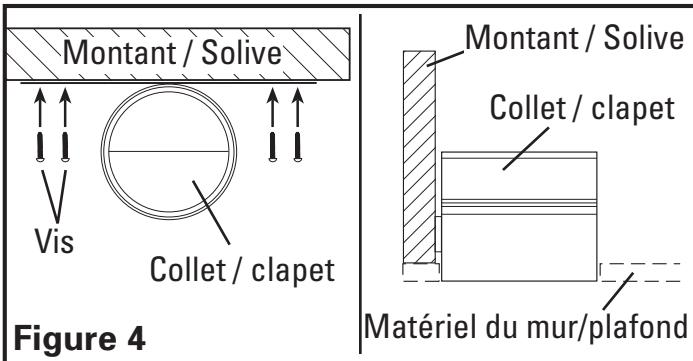

Figure 4
1. Installez le collet / clapet dans l'emplacement choisi en fixant les vis à bois de 25,40 mm incluses, dans la courroie de montage. La hauteur de l'installation est déterminée par l'épaisseur finale du matériel du mur ou du plafond. Assurez-vous que le bord du collet / clapet soit au même niveau que le matériel du mur ou du plafond final (**Figure 4**).
2. Placez le collet / clapet dans l'ouverture découpée de sorte qu'il soit à effleurement du plafond final et fixez-le à la solive / au montant en insérant les vis à bois de 25,40 mm incluses, au travers de la courroie de montage (**Figure 4**).